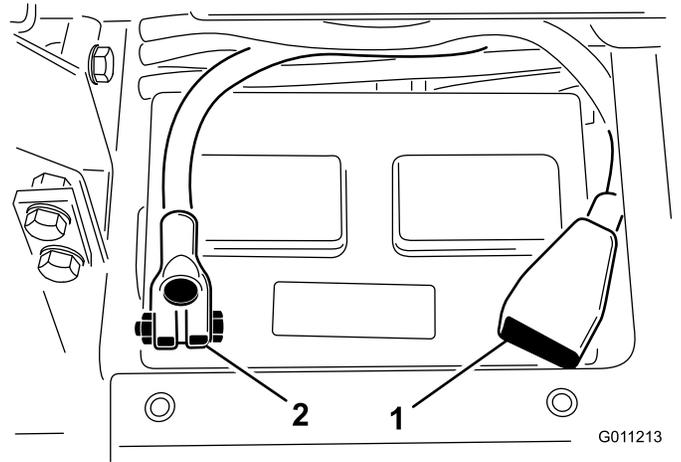

図 5
5. プラスケーブル赤をバッテリーのプラス+端子に取り付け、T ボルトとナットで固定する 図 5。
6. マイナスケーブル黒をバッテリーのマイナス端子に取り付け、T ボルトとナットで固定する 図 5。